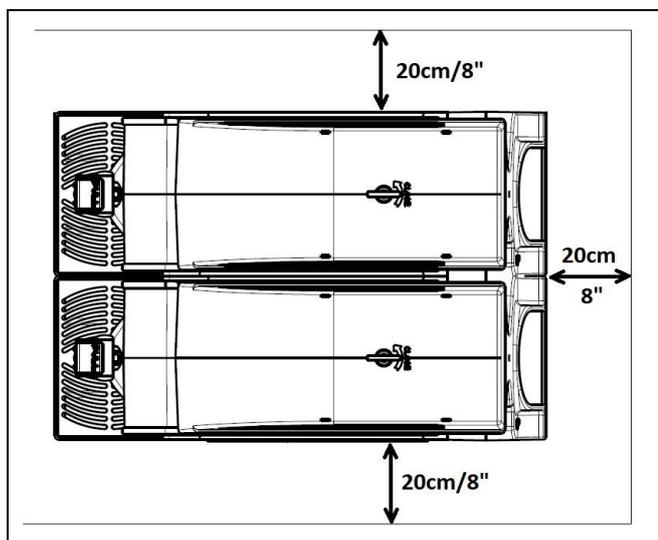

Fig. 19
b) Appoggiare l'apparecchio su una superficie orizzontale e solida facendo in modo che la carrozzeria dell'apparecchio sia ben areata (almeno 20 cm di spazio libero tutto intorno, fig.19), installare l'apparecchio in un ambiente asciutto ed evitare di installarlo vicino a fonti di calore. **La temperatura ambiente di utilizzo macchina deve essere compresa tra i 24°C e i 32°C (tra i 75°F e i 90°F).**